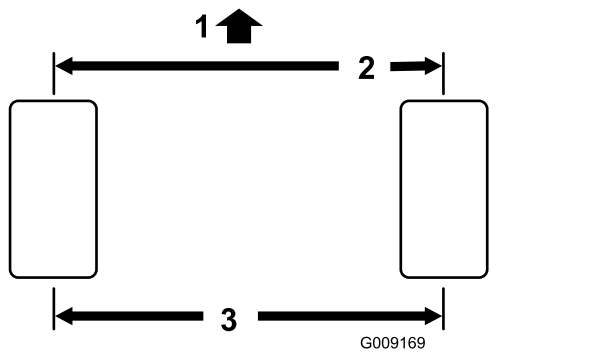

Figura 83
2. Mida la distancia entre centros (a la altura del eje) en la parte delantera y trasera de los neumáticos de dirección (**Figura 83**).